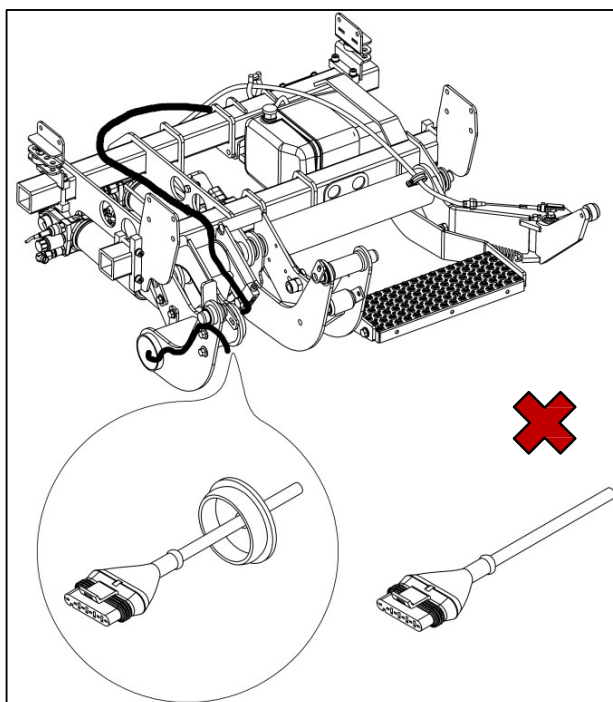

Fig. 16
- Dirija el cable de la unidad de control para la conexión de la plataforma (cubierta de plástico blanco) al conjunto del brazo oscilante en el centro del vehículo (Fig. 16).